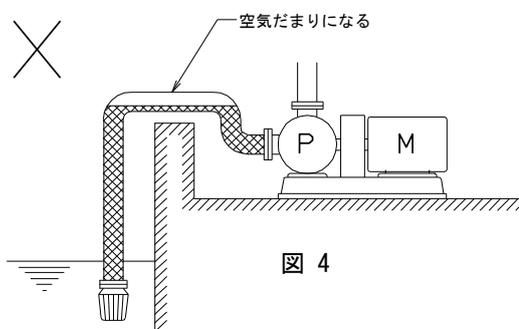

図 4
- (d) 吸込配管は空気だまりが出来ないようにポンプに向かって登り勾配 (1/100 以上) にしてください。配管の途中に空気だまりになる凸部を作らないようにしてください(図 4)。空気だまりのために揚水できなかつたり、ドライ運転になってポンプ内しゅう動部を焼きつかせるおそれがあります。また、空気を吸込まないように継手など入念に取り付けてください。